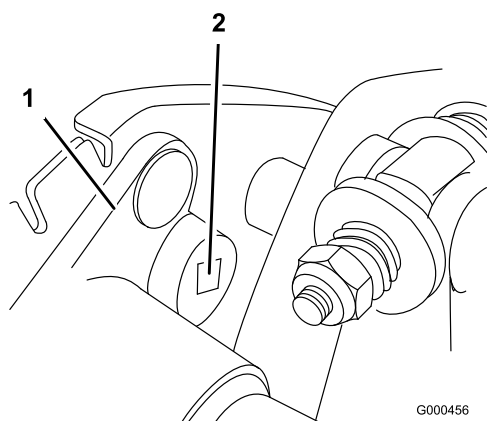

图39
- B. 使用 9.53mm 传动扭矩扳手，以 4~4.5Nm 的扭矩旋转轴承座，设定皮带张紧力（图39）